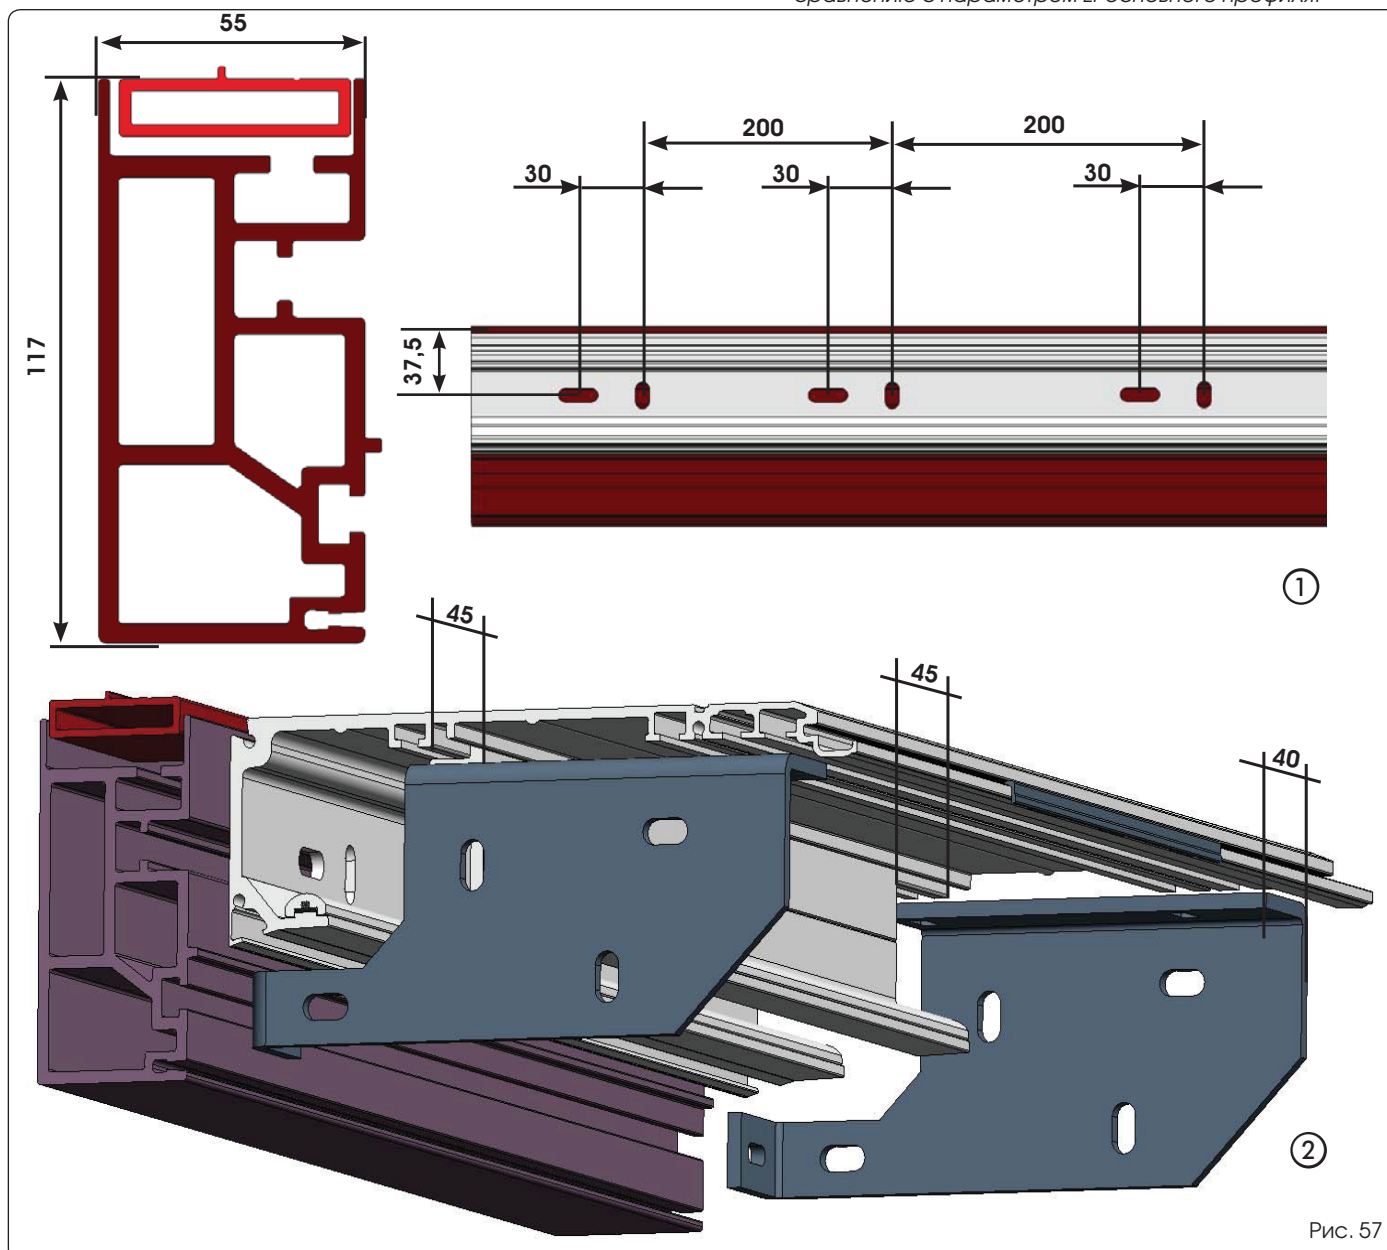

Рис. 57
- Просверлите ряд отверстий в отдельно стоящем профиле в местах, указанных на рис. 57, на расстояние примерно 200 мм друг от друга.
- Определите точное положение отдельно стоящего профиля с учетом общих габаритов, указанных на рис. 57, поз. 1. Поперечная балка должна крепиться параллельно полу.
- Прикрепите отдельно стоящую балку к одному краю. Поднимите поперечную балку и выровняйте ее параллельно полу. Прикрепите к другому краю. Прикрепите в центральной части, подняв поперечную балку, чтобы совместить три точки крепления (рис. 57).
Поперечную балку автоматической системы с отдельно стоящим профилем можно прикрепить к обоим краям при помощи боковых кронштейнов (рис. 57).
- Определите точное положение поперечной балки с учетом общих габаритов, указанных на рис. 57.
- Расположите пластины в соответствующих посадочных местах и закрепите их при помощи трех крепежных винтов М8, рис. 57.
- Закрепите поперечную балку на стене, используя отверстия на боковых пластинах (рис. 57, поз. 2), а также соответствующих штифтов (не входят в стандартный комплект поставки).
В зависимости от длины поперечной балки могут потребоваться промежуточные крепления, которые выполняются в соответствии с инструкциями на рис. 57.
- 3) Просверлите необходимые отверстия в отдельно стоящем профиле в соответствии с рис. 57, поз. 1.